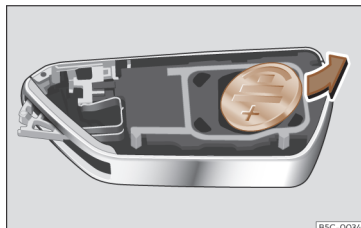

Fig. 78 Chave do veículo: extração da pilha.
- Extraia a pilha do compartimento com um objeto fino adequado»» Fig. 78.
- Coloque a pilha nova, pressionando-a no compartimento respetivo »» ①.